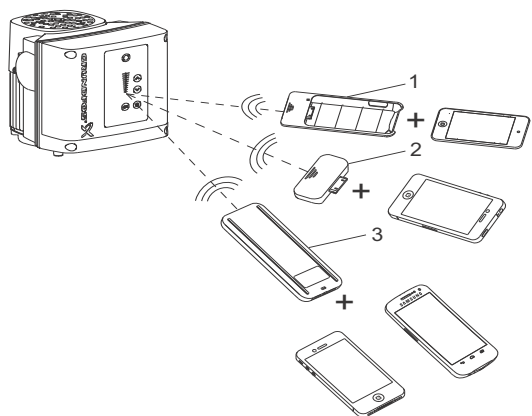

Рис. 33 Связь между Grundfos GO Remote и насосом посредством радио- или инфракрасного сигнала
Grundfos GO Remote работает с тремя различными мобильными интерфейсами (MI). См. рис. 33.